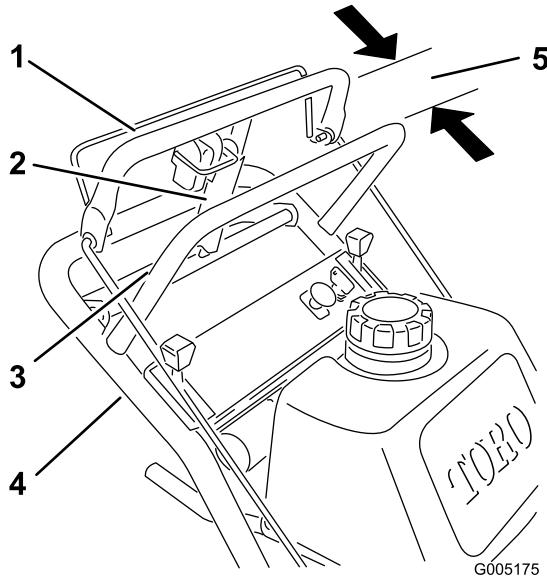

**Figure 9**
2. Vérifiez que les tiges sont équidistantes sur chaque tige de commande. Les tiges de commande doivent se trouver à environ 89 mm (3,5") du début du filetage pour la position la plus basse du guidon (Figure 9).
3. Enfilez les axes de chape dans les fixations et les trous de montage des pattes de la poulie de tension (en passant par l'extérieur) (Figure 9). Fixez-les en place avec les rondelles et les goupilles fendues (Figure 9).
**Remarque:** Vérifiez que la tige de frein est placée dans le trou de montage avant (F) de la patte de la poulie de tension.